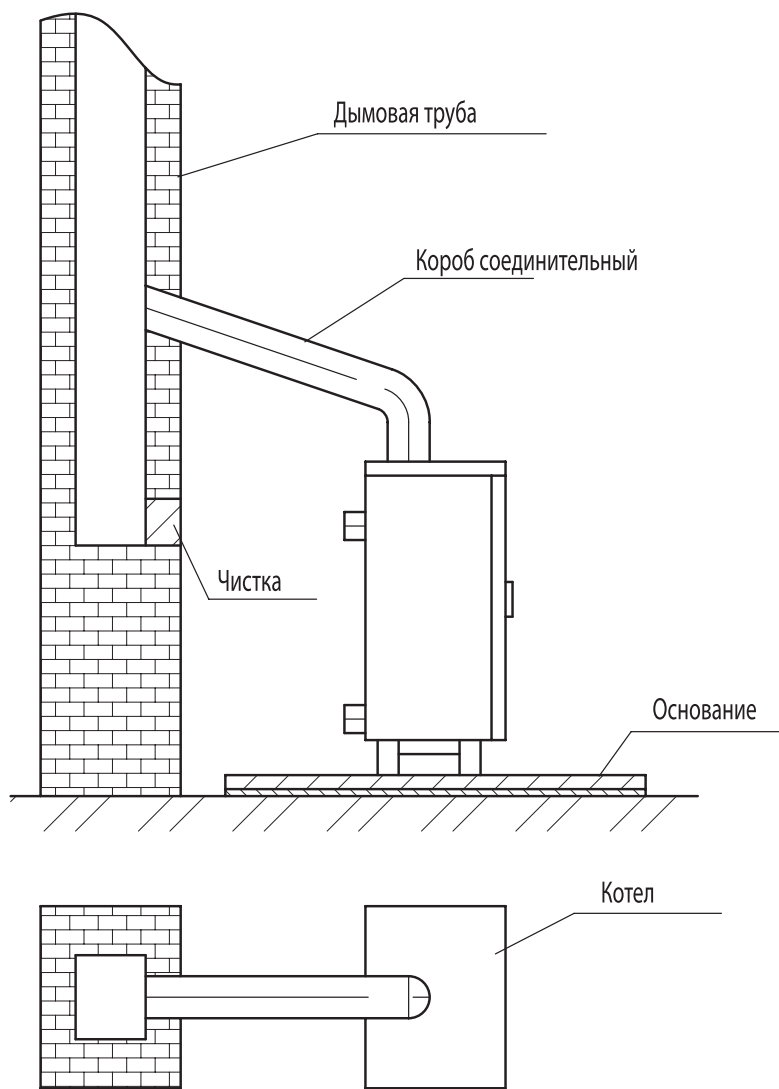

Рис. 7.1.
- 7.1. Котел устанавливается в нежилом помещении, удовлетворяющем требованиям «Правил безопасности в газовом хозяйстве» и обеспечивающем достаточный приток воздуха (рис.7.1).